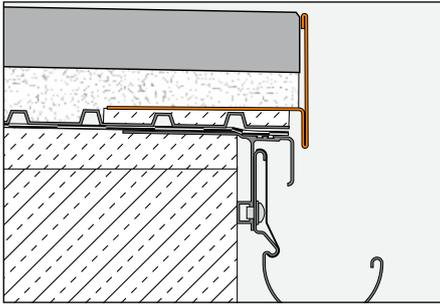

Fig. 1
### Procedimiento para la colocación de baldosas autoportantes sobre lechos de grava/gravilla con BARA-RT (fig. 1)
3. Si el perfil BARA-RT se utiliza para retener la capa de grava (fig. 1), el relleno de grava se debe nivelar por debajo del borde superior del lateral vertical del perfil en función del espesor del recubrimiento.